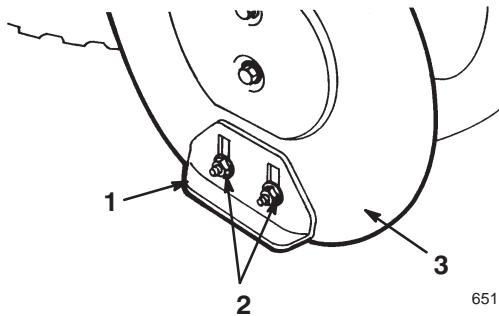

Bild 19
5. Lösen Sie die vier Bundmuttern, mit denen beide Kufen an den Seitenplatten der Schnecke befestigt (Bild 19) sind, bis sich die Kufen leicht nach oben und unten verschieben lassen.
10. Ziehen Sie die vier Bundmuttern fest, mit denen beide Kufen an den Seitenplatten der Schnecke befestigt sind (Bild 19).